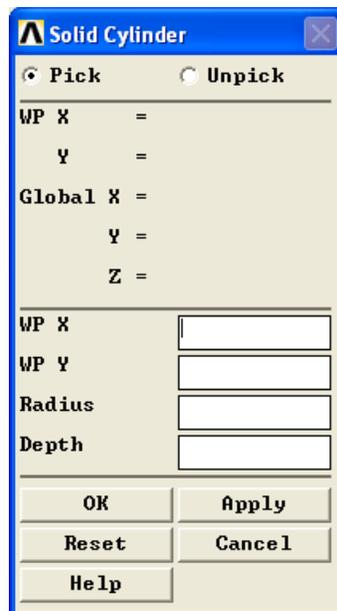

Рисунок 74. Диалоговое окно создания цилиндра по по центру радиусу и высоте
Этот пункт позволяет создать сплошной цилиндр. При его вызове появляется диалоговое окно **Solid Cylinder** (Рисунок 74), в котором следует указать координаты центра основания цилиндра на рабочей плоскости (поля **X**, **Y**, «по умолчанию» значение координаты **Z = 0**), его радиус (поле **Radius**), а также высоту (поле **Depth**). Можно также задать размеры цилиндра, указав три точки: центр, основания, точку через которые будет проходить окружность основания, а также точку, расстояние от которой до последней будет определять высоту создаваемого объема. Объем будет создан, если нажать в диалоговом окне кнопки **OK** или **Apply**, либо после указания последней точки на экране.
- В появившемся диалоговом окне (см Рисунок 74) надо ввести следующие данные: